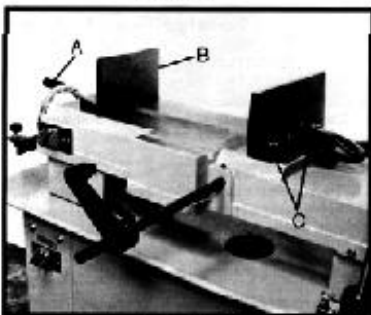

Fig.7
1. Удалите болт сборки (С рис. 7)